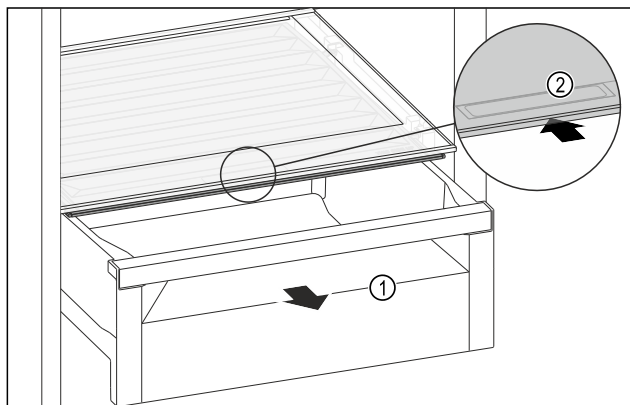

Fig. 125
- Zásuvku *Fig. 125 (1)* vytáhněte.
- Uchopte prohlubeň pro rukojeť *Fig. 125 (2)* na víku zásuvky a současně zasuňte víko zásuvky směrem dozadu.